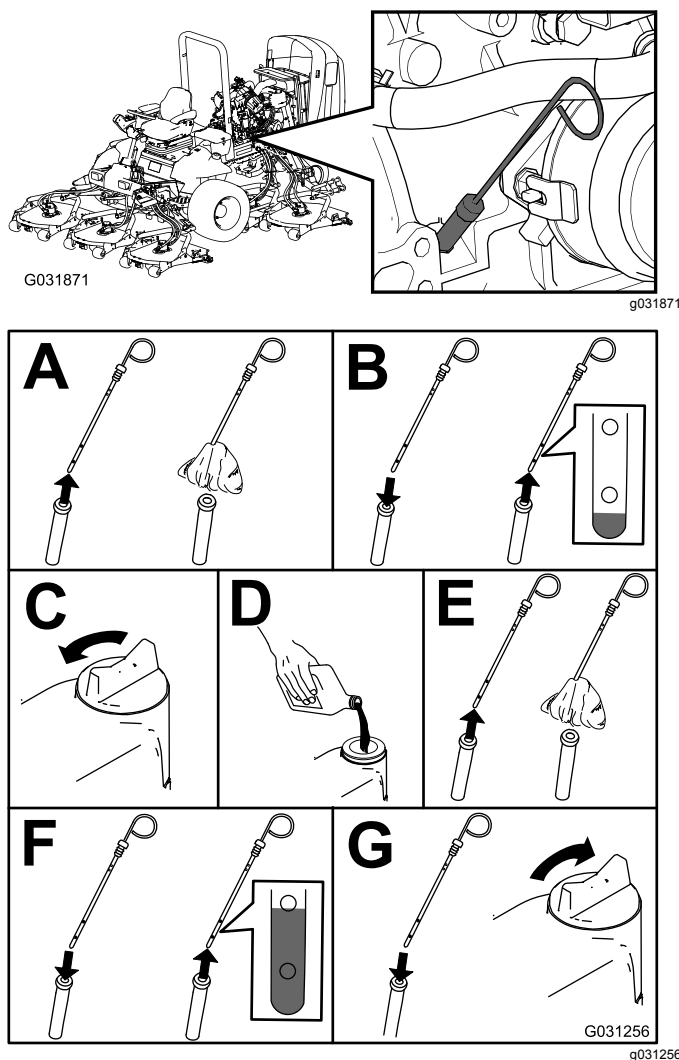

Figure 54
2. Contrôlez le niveau d'huile moteur (Figure 54).